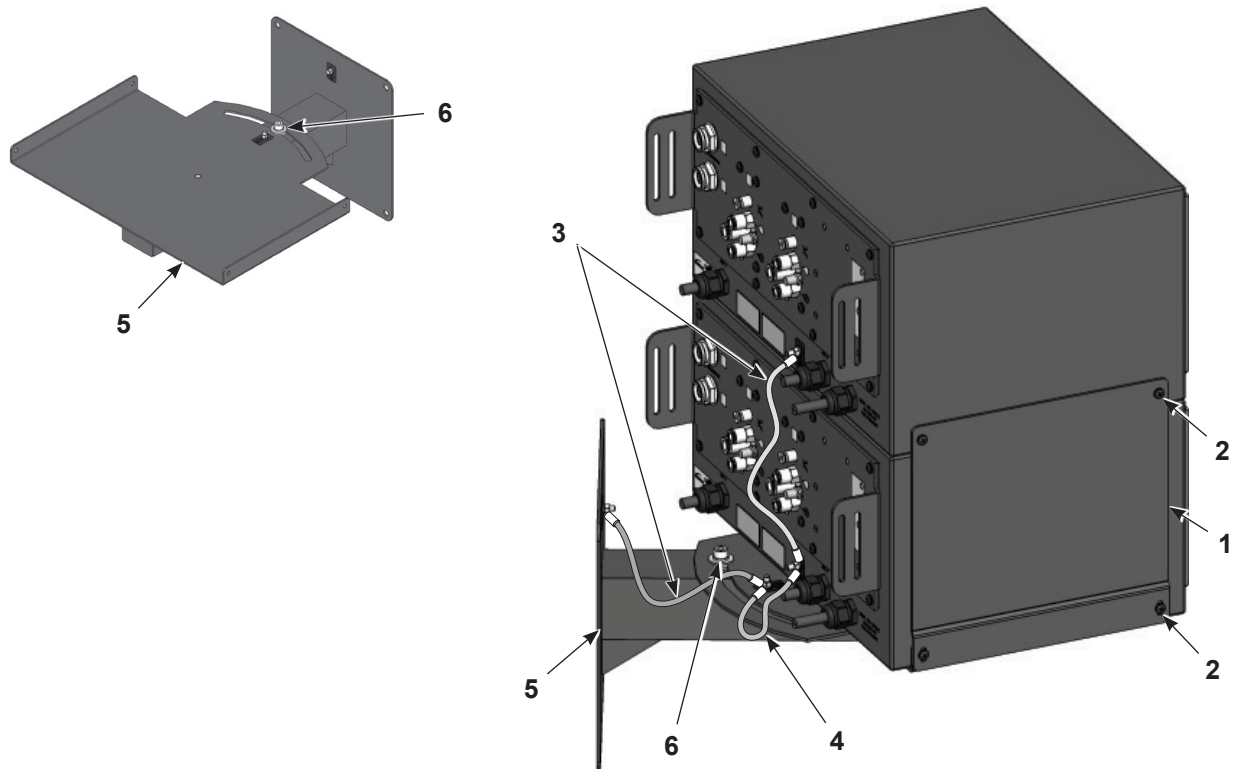

Figura 3-3 Montaje del controlador doble con soporte opcional de montaje en pared
1. Ver la Figura 3-3. Instalar el soporte mural (5) sobre una superficie vertical lo suficientemente resistente como para soportar el peso del controlador o controladores y del soporte de montaje. Utilizar fijadores adecuados.
3. En caso de instalar un controlador, fijarlo a los salientes de soporte con cuatro tornillos de cabeza redonda M5 x 12 (2).
4. En caso de instalar dos controladores, utilizar cuatro tornillos de cabeza redonda M5 x 12 (2) para instalar en la bandeja los extremos ranurados de los soportes de apilamiento (1) y el controlador. No apretar los tornillos.
6. Utilizar un cable de tierra de 12 pulg. (3) para poner a tierra los controladores superior e inferior. Utilizar un cable de tierra de 4 pulg. (4) para poner a tierra el controlador inferior en la bandeja mural. Utilizar otro cable de tierra de 12 pulg. para conectar la bandeja a la placa de montaje.
7. Aflojar el perno giratorio de la bandeja (6) para girar la bandeja a la posición deseada, posteriormente apretar el perno.